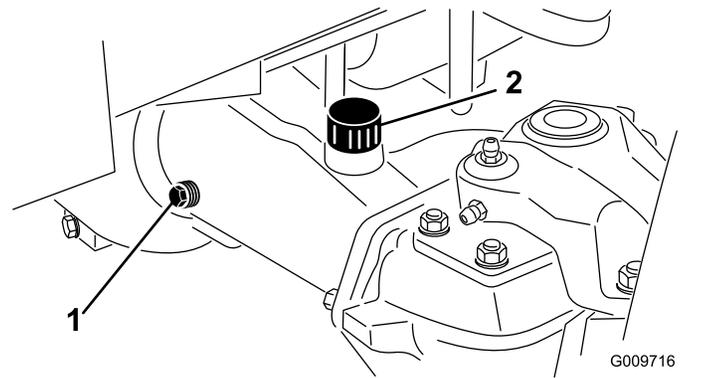

Figura 65
2. Retire o tampão de verificação de uma extremidade do eixo e certifique-se de que existe lubrificante até ao fundo do orifício (Figura 65).